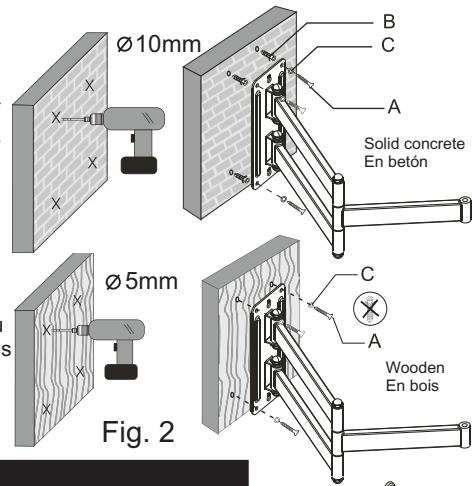

Fig. 2
GB - Use a 10mm stone drill or 5mm wooden drill to bore the holes to a depth of 60 mm. Insert one dowel (B) into each of the drilled holes in case of solid concrete. Use a hammer if necessary. Now, use the 4 wall screws (A) and washers (C) to attach the wall bracket. (Fig. 2)
FR - Utilisez un foret pour la pierre de 10mm ou un foret de 5mm pour bois afin de percer les trous d'une profondeur de 60mm. Insérez une cheville (B) dans chacun des trous forés dans le cas de murs en béton ou en briques. Utilisez à présent les 4 vis (A) et les rondelles (C) pour fixer le support mural. (Fig. 2)